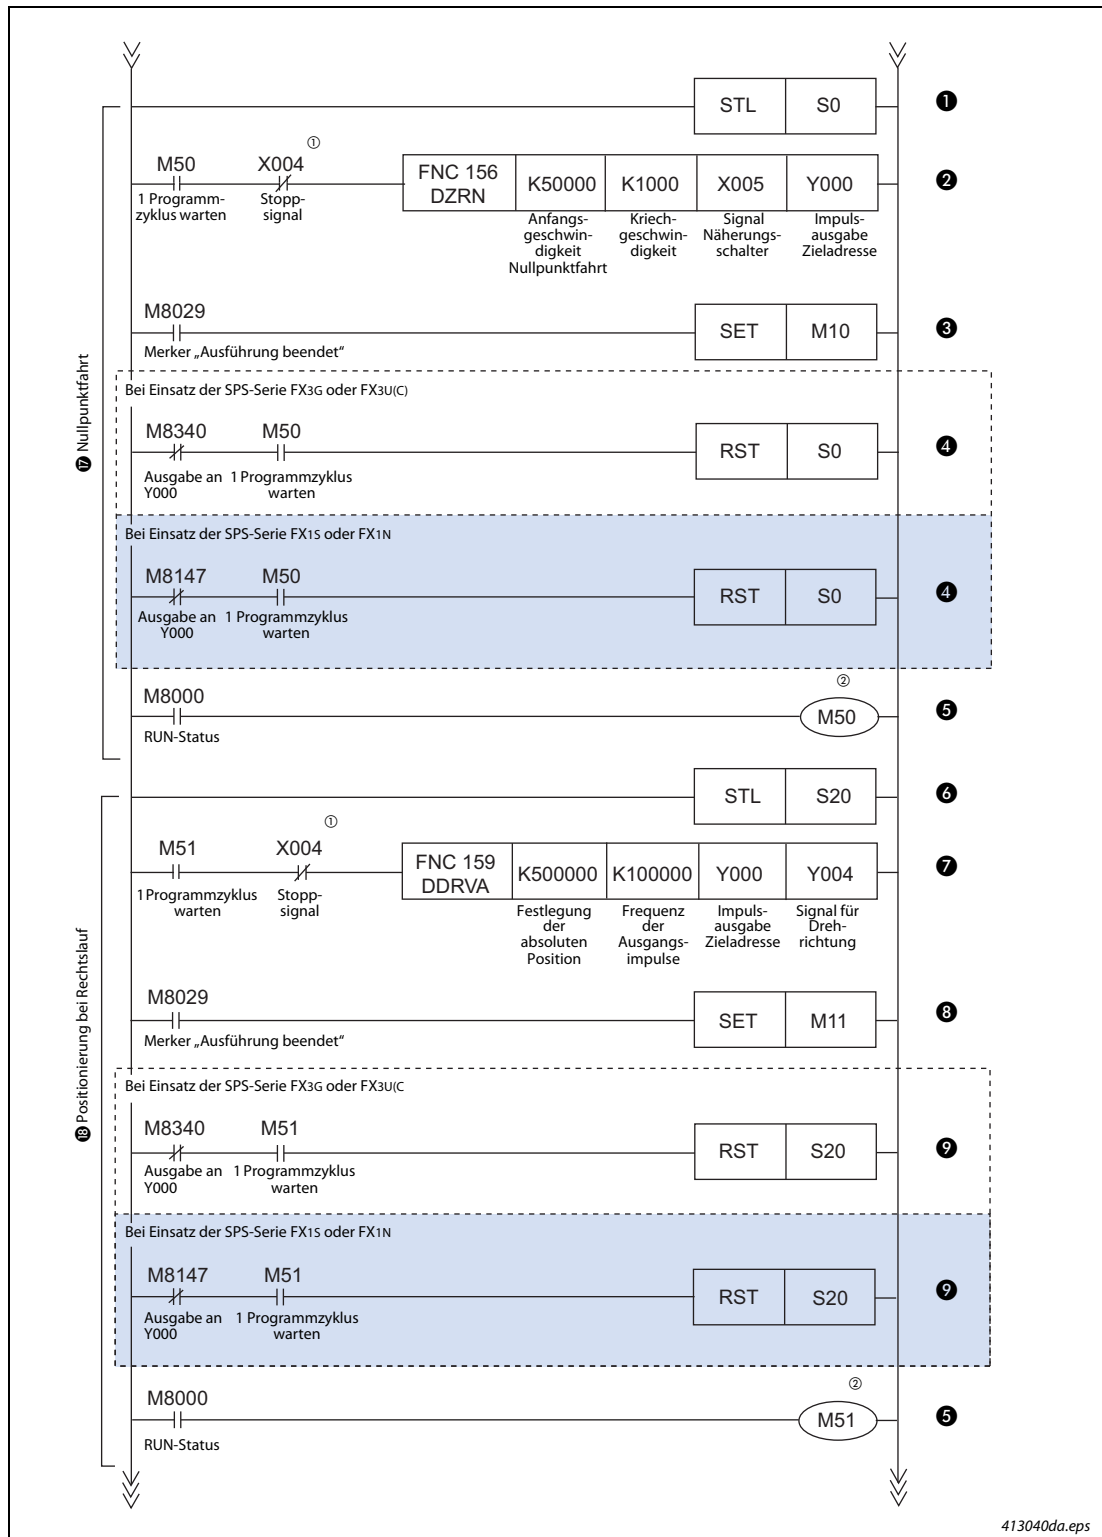

Abb. 4-3: Kontaktplan des Programmbeispiels (3)
⑤	Die Verzögerungszeit wird auf 100 ms eingestellt (in D8349 wird 100 geschrieben).
⑥	Die maximale Geschwindigkeit wird auf 100 kHz eingestellt (in D8147, D8146 wird 100000 geschrieben).
⑦	Die Minimalgeschwindigkeit wird auf 500 Hz eingestellt (in D8145 wird 500 geschrieben).
⑧	Die Beschleunigungs-/Verzögerungszeit wird auf 100 ms eingestellt (in D8148 wird 100 geschrieben).
⑨	Der Merker „Nullpunktfahrt beendet“ wird zurück gesetzt.
⑩	Der Merker „Positionierung bei Rechtslauf“ wird zurück gesetzt.
⑪	Der Merker „Positionierung bei Linkslauf“ wird zurück gesetzt.
⑫	Der Status der Nullpunktfahrt wird eingelesen (S0).
⑬	Der Status der Positionierung bei Rechtslauf wird eingelesen (S20).
⑭	Der Status der Positionierung bei Linkslauf wird eingelesen (S21).
Tab. 4-5: Beschreibung des Kontaktplans in Abb. 4-3 (2)